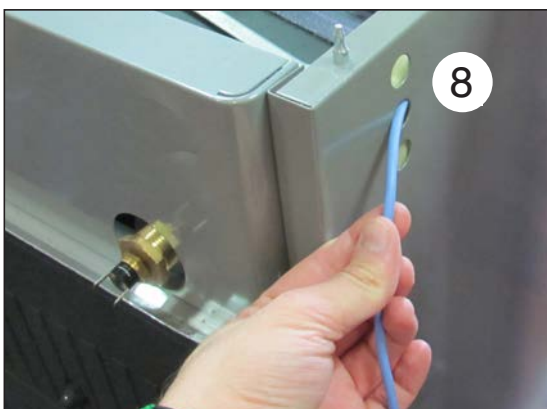
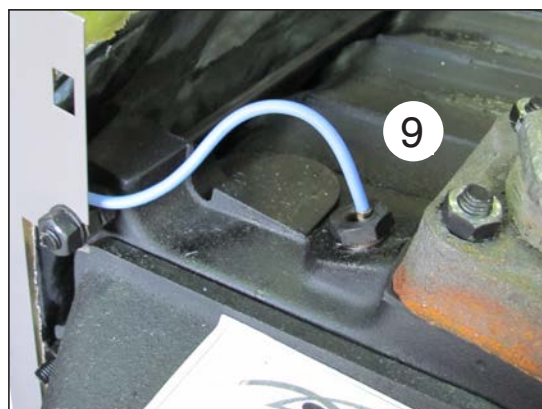

Рис. 14 Зонд нагнетания
Рис. 15 Зонд нагнетания
- C) Разместить зонд нагнетания (8 Рис. 14) в кожух (9 Рис. 15) на корпусе котла